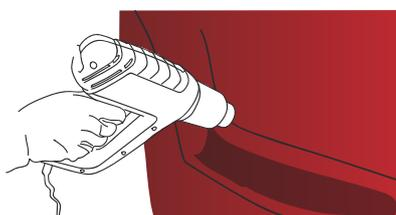

Figure 12
- ▶ Le travail étant terminé, réchauffer toutes les parties creuses qui ont subi une forte déformation à 80 °C - 90 °C pour thermoformer le produit définitivement (FIG. 12).